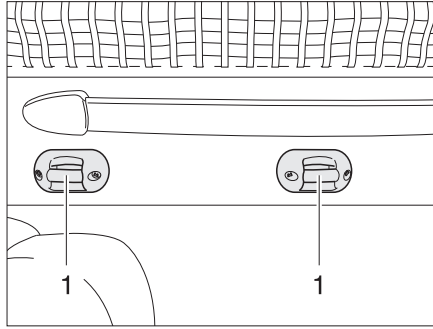

Fig. 96 Fixation échelle de montée
- Accrocher l'échelle de montée par les deux étriers aux crampillons (Fig. 96,1) se trouvant sur le lit escamotable.